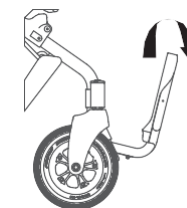
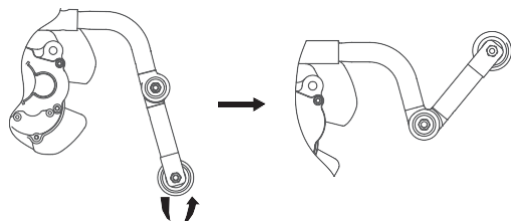

Рисунок 5.6
Рисунок 5.11
- Нажмите на подставку для ног, как показано на рис. 5.6.
- Сложите подставку для ног, как показано на рис. 5.6, нажмите кнопку для складывания блока против часовой стрелки до щелчка. Не вставляйте на узел антипробуксовки после его сборки, как показано на рис. 5.11.